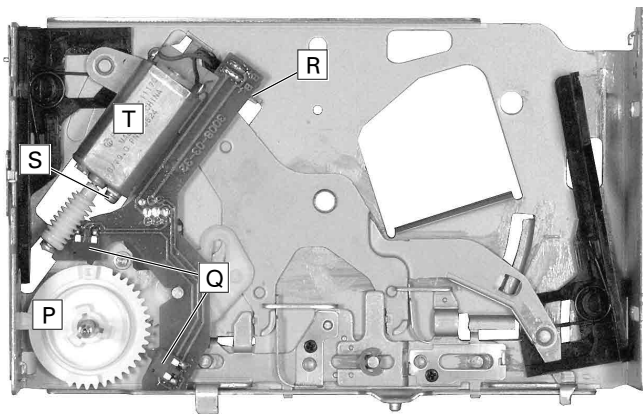

Fig. 22
- Zahnrad P herausnehmen (Fig. 22). **Achtung:** Beim Wiedereinsetzen auf die 2 Schalter Q achten!
- Leiterplatte an Punkt R ausrasten und herausnehmen (Fig. 22).
- Schraube S (Fig. 22) herausschrauben und Motor T herausnehmen.
- Take out gear wheel P (Fig. 22). **Attention:** When reassembling take care of the 2 switches Q!
- Unhinge the PCB at point R and take it out (Fig. 22).
- Undo screw S (Fig. 22) and remove motor T.